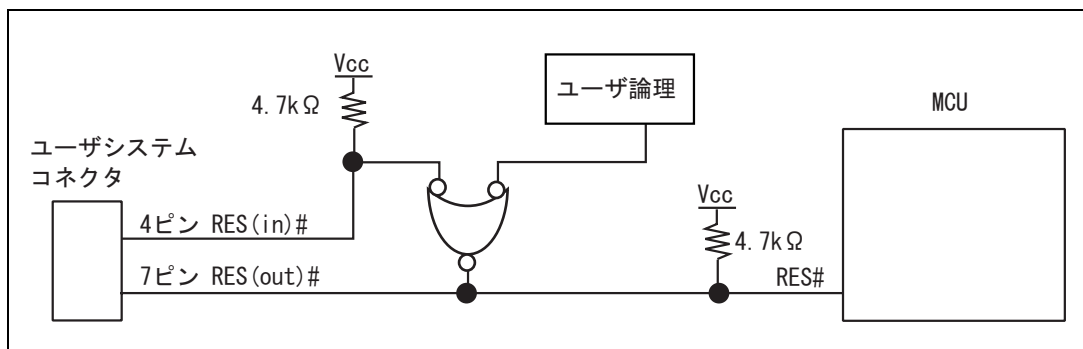

図 1.6 RES#端子の結線
3. ユーザシステムコネクタの4ピンのRES(in)#端子はE10A-USBエミュレータがMCUに対して出力する信号線です。ユーザ論理のリセット回路と4ピンのRES(in)#端子を図1.6のようにして、MCUに結線してください。また、ユーザシステムコネクタの7ピンのRES(out)#端子はE10A-USBエミュレータがMCUのRES#端子をモニタする信号線です。プルアップの上、ユーザシステムコネクタの7ピンに結線してください。